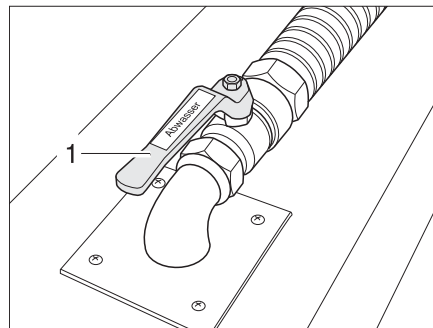

Fig. 287 Grifo para la eliminación de aguas residuales
El grifo para la eliminación de aguas residuales (Fig. 287,1) está en el doble fondo.
- Abrir el grifo para la eliminación de aguas residuales (Fig. 287,1). Se vacía las aguas residuales.